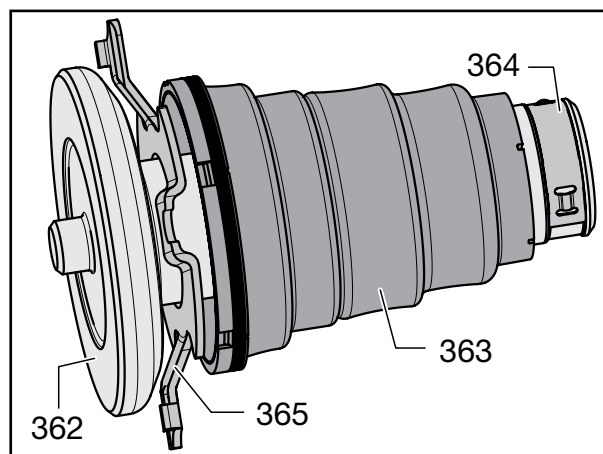

Fig. 11
- [10] Kontrollera att det förmonterade tryckstycket (362) med grovsmutstätning (365), bälga (363) och klämma (364) är komplett och förbered det för montering enligt fig. 11.